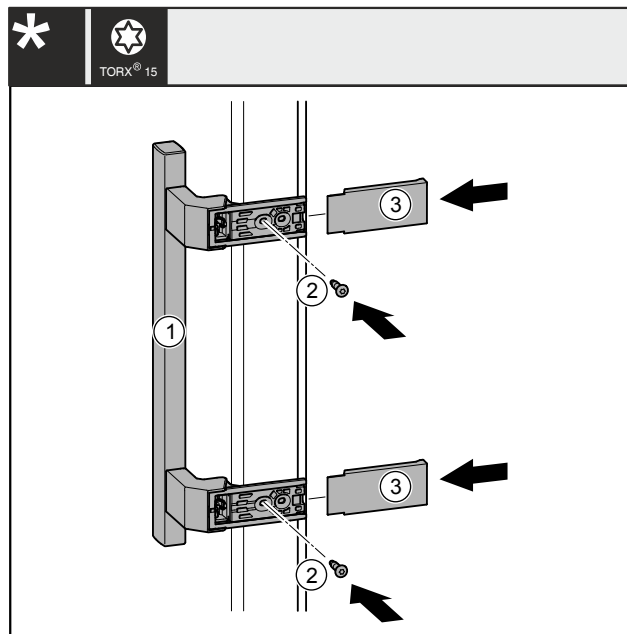

Fig. 41
- Coloque el tirador Fig. 41 (1) en el lado opuesto.
- Apriete los tornillos Fig. 41 (2) con el destornillador.
- Coloque las cubiertas Fig. 41 (3) lateralmente y empújelas de modo que encajen.